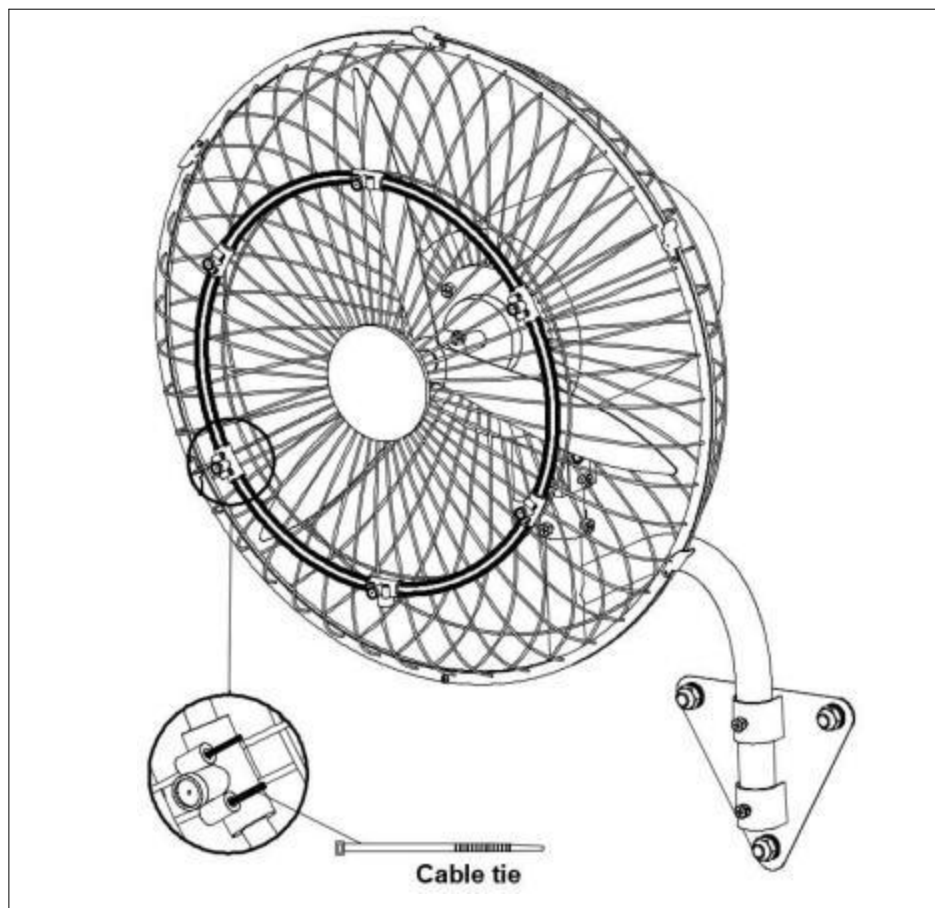

Fig.10 .
1). Installez le tuyau de pulvérisation sur le couvercle de la grille avant et fixez-le avec un serre-câble. Voir la (Fig. 10.)